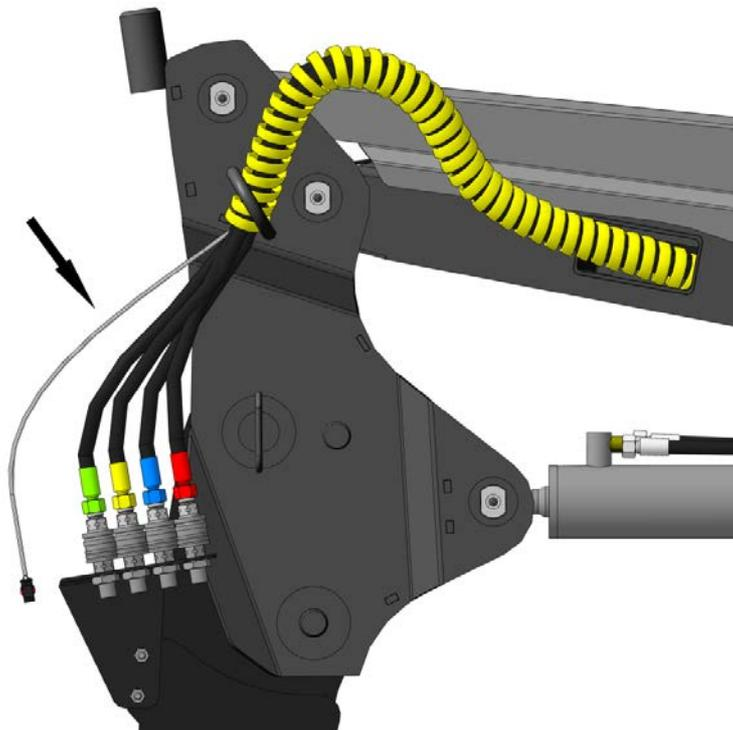

Рис. 2.34
2.5.6 При переоборудовании погрузчика под управление джойстиком (доукомплектация) протянуть жгут питания дивертора внутри правой ноги стрелы вдоль РВД. Длина конца жгута, выходящего из стрелы со стороны кабины, составляла 0,8-1 метр (рис. 2.34).